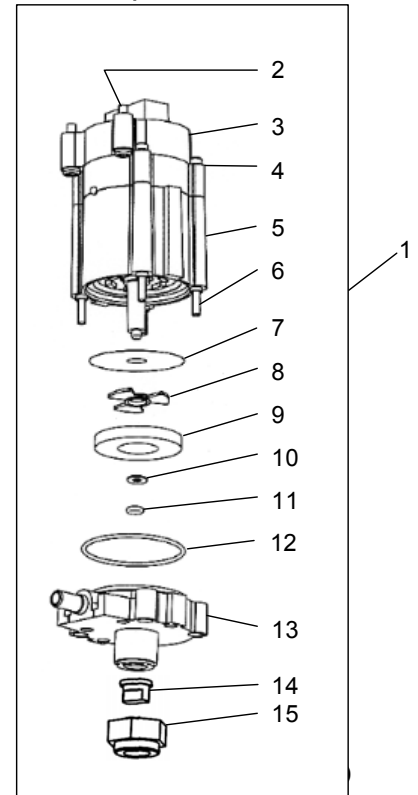

Figure 1 : pièces du filtre
- 5.63. Démontez les parties internes pour le nettoyage (voyez la fig. 1 pour l'identification des composants).
- 6.61. Montez le filtre, la bague, l'aimant, la rondelle et les joints toriques, comme sur la fig. 1. Le plus facile est de maintenir le corps avec l'axe long vers le haut.